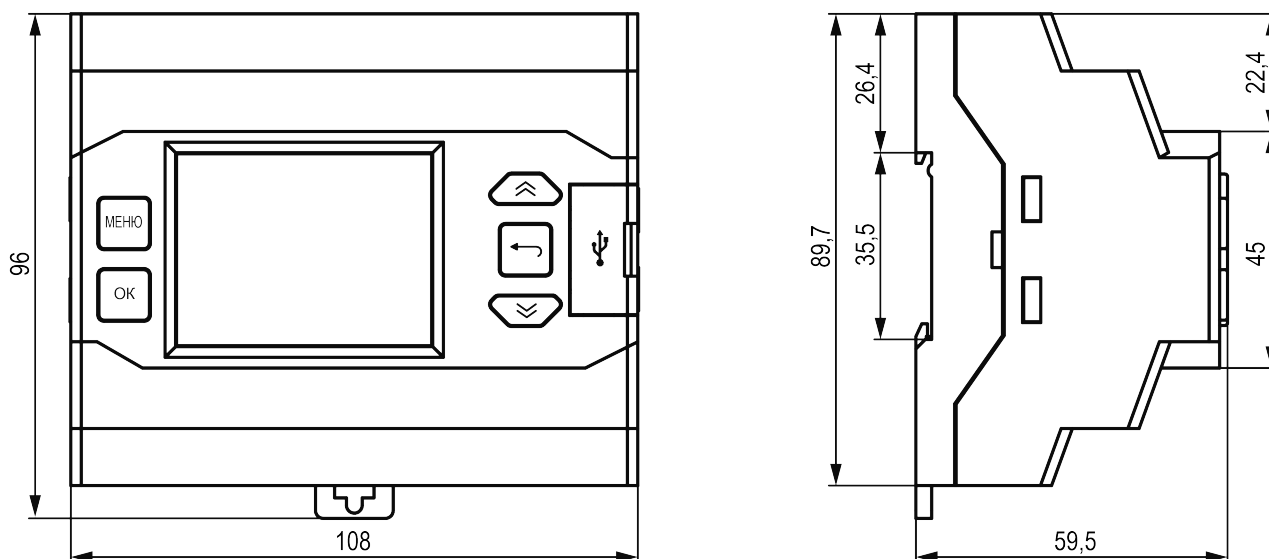

Рисунок 5.3 – Габаритные и присоединительные размеры CAU-Y2-Д6
1. Подготовить место на DIN-рейке для установки прибора (см. рисунок 5.3).